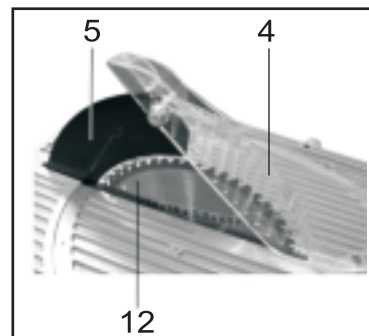

Рис. 3
- Установите защитный кожух 4 (рис. 3) в специальную прорезь в расклинивающем ноже 5, нажав на фиксатор на кожухе 4(рис. 3);
- Снимите защитный кожух 4, нажав на фиксатор на кожухе 4 (рис. 3);